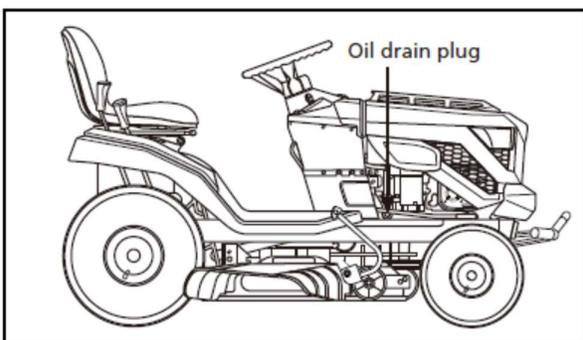

Fig.32
1. Coloque la unidad sobre una superficie nivelada como se muestra en la Fig. 32.